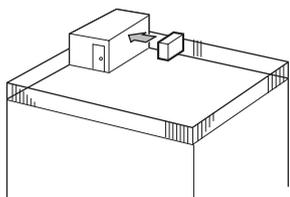

Fig. 2-3
- ① Pagrieziet gaisa izplūdes atveri pret tuvāko pieejamo sienu tā, lai tā atrastos 35 cm attālumā no sienas. (Fig. 2-3)